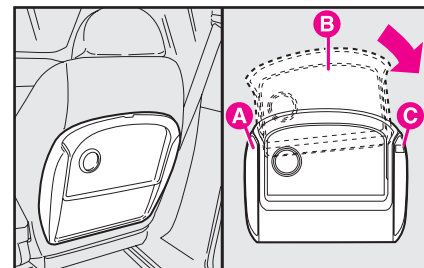

fig. 101b
– inserire il piano d'appoggio **B**-fig. 101b in modo che il perno fisso del supporto **A** sia all'interno della guida sinistra del piano stesso;